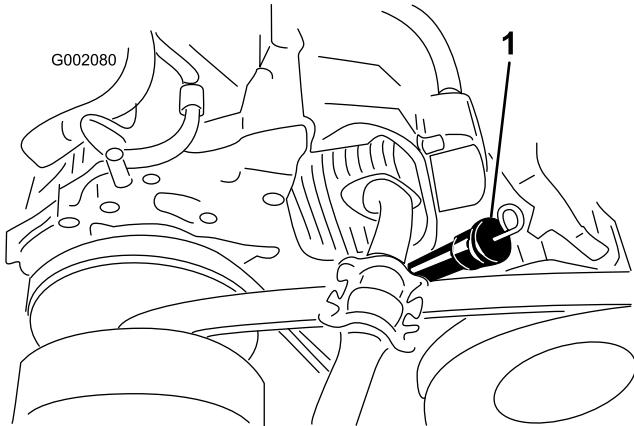
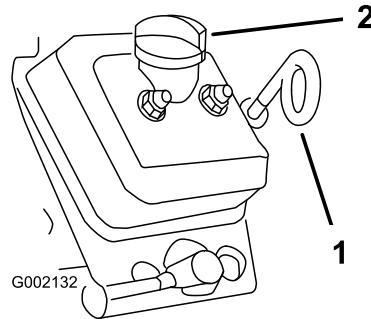

Рисунок 10
Рисунок 11
2. Очистите поверхность вокруг масломерного щупа (Рисунок 10 для моделей №07266TC, №07279 и Рисунок 11 для модели №07273/TC), чтобы загрязнения не могли попасть в заливное отверстие и привести к повреждению двигателя.